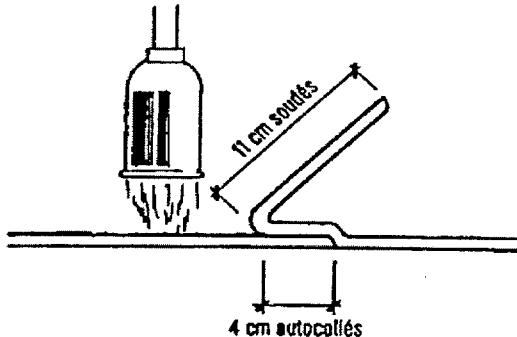

Figure 2c - Recouvrement transversal : soudage
- ◆ 0,11 m sont soudés (figure 2c) pour assurer la mise hors d'eau.